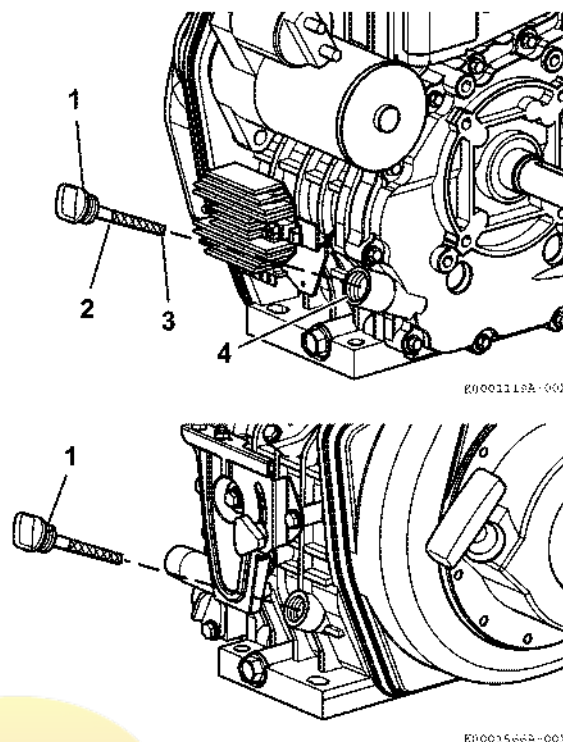

Рис. 66
10. Долейте масло, если необходимо, до уровня между верхней (Рис. 66, (2)) и нижней (Рис. 66, (2)) отметкой на масляном щупе (Рис. 66, (2)). *См. Заправка моторного масла на стр. 49.*
13. Закройте крышку маслозаливной горловины / масляный щуп (Рис. 66, (1)) и закрутите. Не прикладывайте чрезмерных усилий, закручивая крышку, чтобы ее не повредить. Тщательно вытирайте пролитое масло чистой тканью.